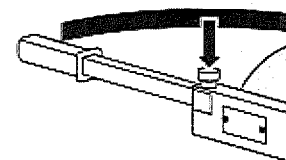

Figura 4
– Proceder de la misma manera para posicionar las otras patas. (Figura 4)